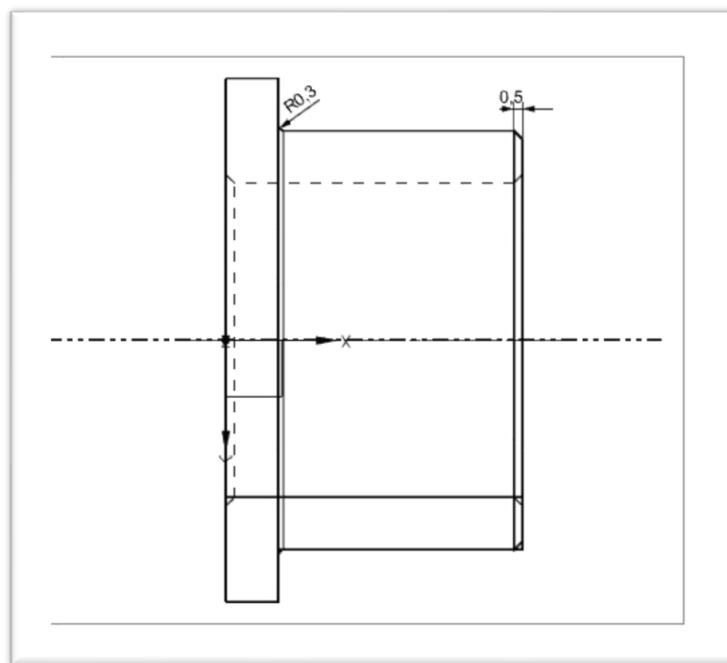

Рисунок 52 – Прозрачный вид модели «Втулка»
4. Закончить эскиз. Выполнить операцию «Вращение». На внешние и внутренние ребра добавить операцию «Скругление ребра» и «Фаска» (см. Рисунок 52).